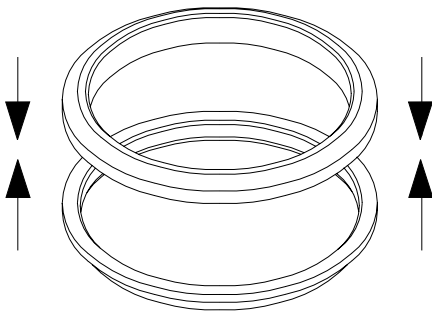

Fig.6-7 Support de siège
1. Monter le nouveau siège sur son support (→ Fig. 6.7).